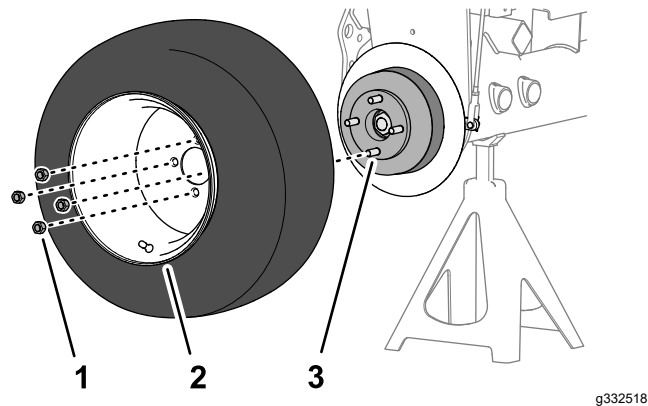

图 88
1. 用 4 个车轮螺母将车轮组装到轮毂上 图 88并用手拧紧。